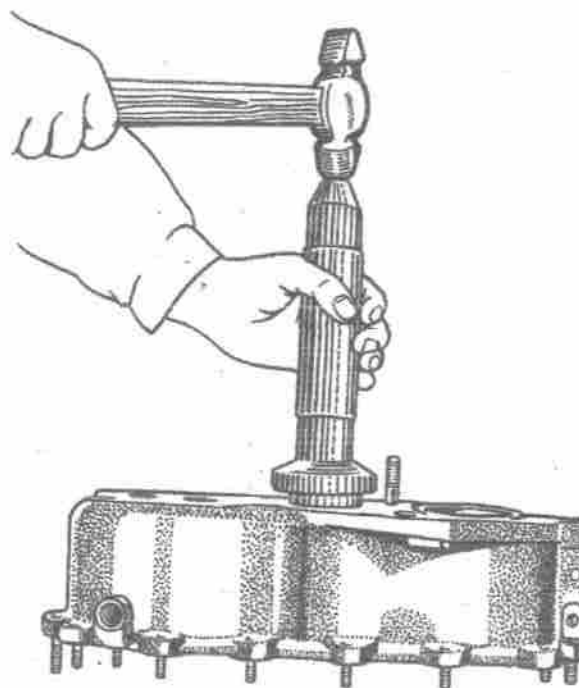

Bild 128. Einbauen des Rollenlagers ins Getriebegehäuse
2. Rollenlager ins Gehäuse einpressen (Bild 128), so daß der Abstand bis zur Stirnfläche 6-0,5 mm beträgt.